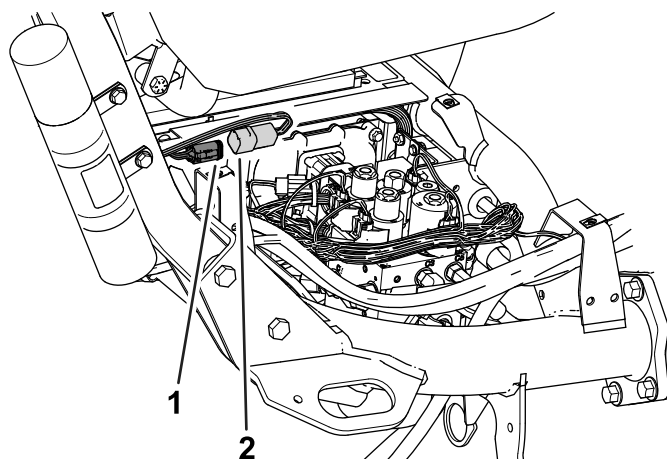

Figura 10
5. Enrute el arnés de cables hacia abajo por la barra antivuelco y conecte el conector del arnés de cables marcado P01 al conector del arnés de cables de la máquina marcado P49 (Figura 10).
6. Instale la cubierta lateral derecha en la máquina (Figura 10).